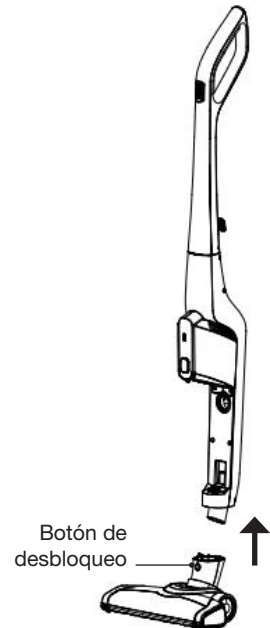

Fig. 14
1. Separe el cepillo eléctrico del cuerpo principal presionando el botón de desbloqueo del cepillo eléctrico (Fig. 14).